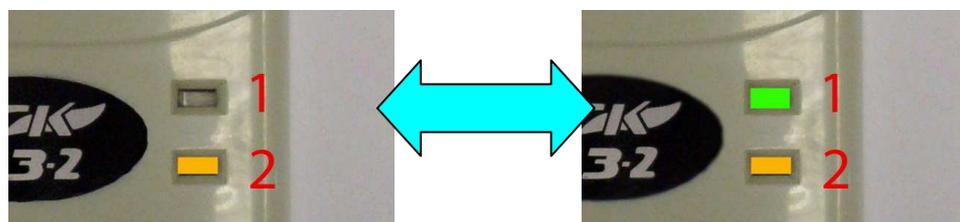

Рисунок 16. Индикаторы сигнализатора СЗ-2. Режим прогрева. Индикатор 1 мигает зеленым цветом
5.5 Далее индикатор 2 загорается желтым светом. Индикатор 1 моргает зеленым с частотой 1 Гц, цветом в течении 3 МИНУТ (см. рисунок 16).